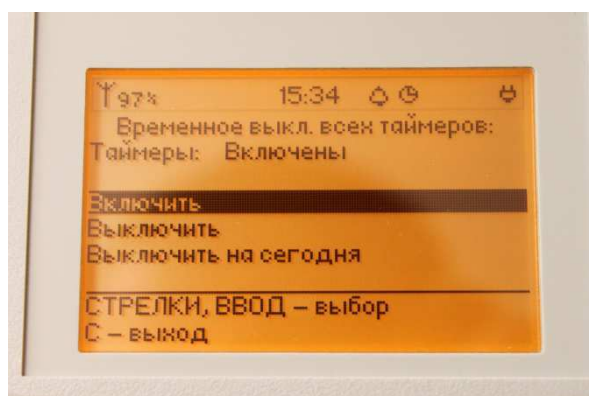

Рисунок 29.
6.3.1. Если вы хотите временно отключить работу настроенных таймеров, то в основном меню «Выбор звона» (рис. 1) кратковременно нажмите и отпустите клавишу «F». На экране отобразится меню «Временное выкл. всех таймеров» (рис. 29).